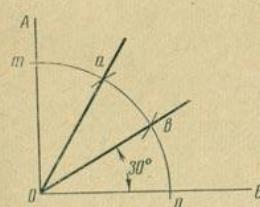

Рис. 7. Построение угла  $30^\circ$
**Построение угла  $30^\circ$ .** Разметить прямой угол  $AOB$  (рис. 7) и из его вершины засечь стороны угла дугой произвольного радиуса.